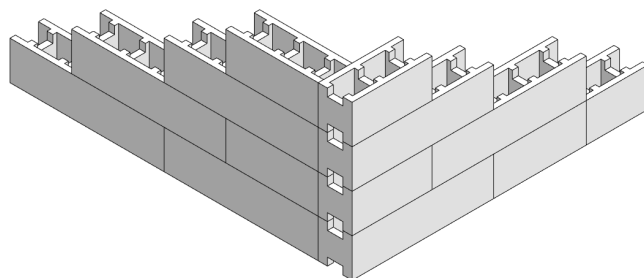

Рис. 2.5
2.4 Монтаж угла производится методом примыкания двух стен, расположенных перпендикулярно друг другу. Без перевязки блоков в углу (см. рис. 2.5 ). Соединение стен между собой производится за счет подрезки блоков сверху и снизу в области примыкания стены.